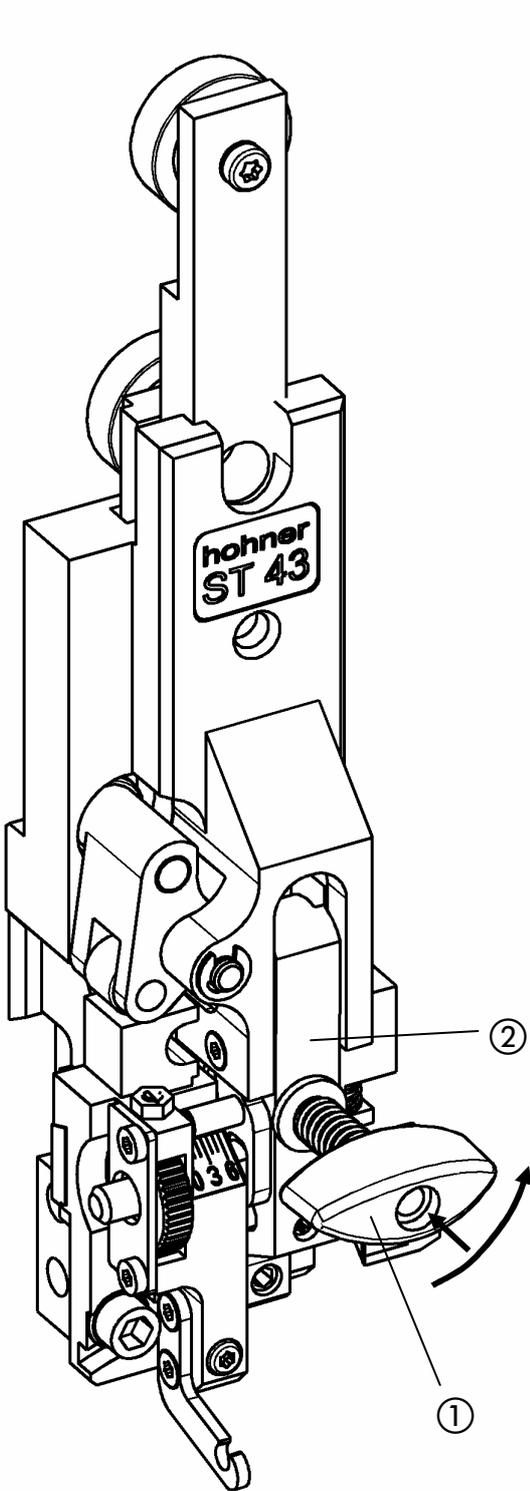
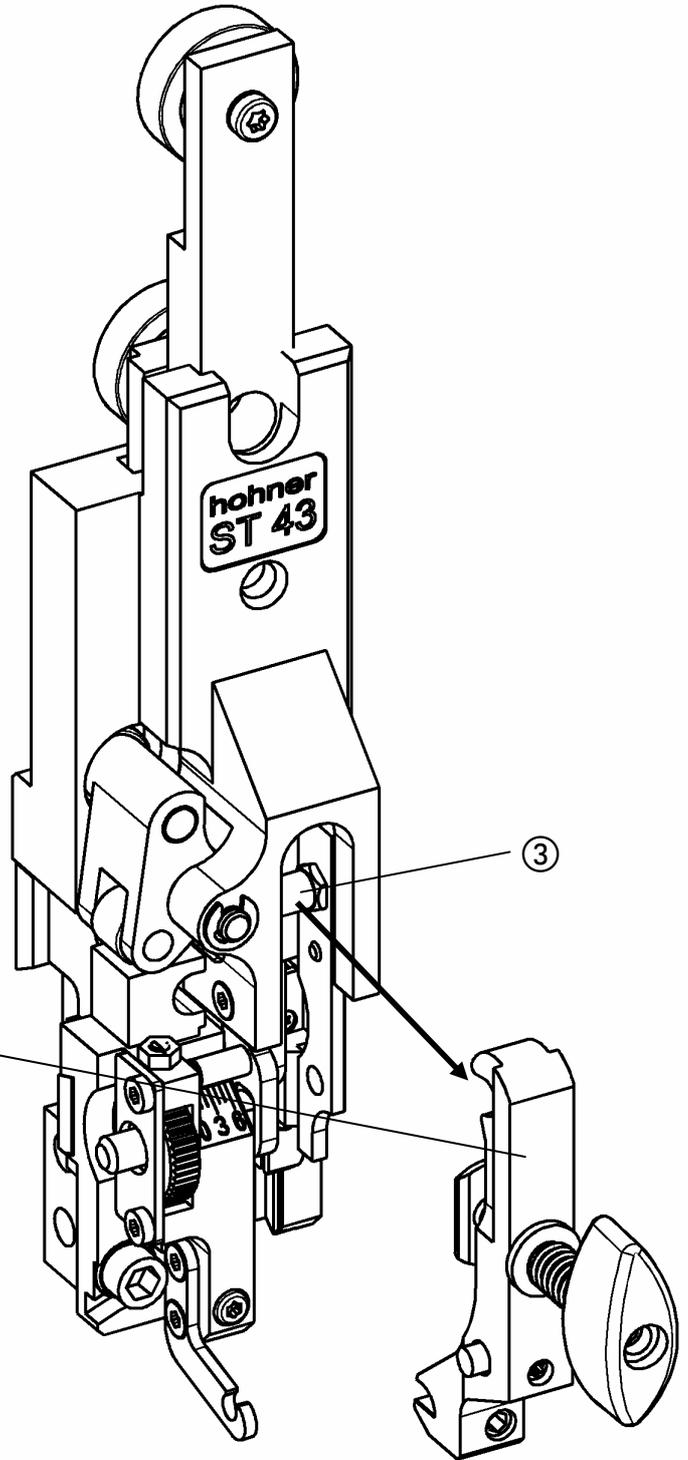

Abb. 18
Abb. 19
- Abb. 18, Abb. 19 -
- Spanngriff ① leicht eindrücken und um 90°drehen. Former ② nach vorne herausnehmen.